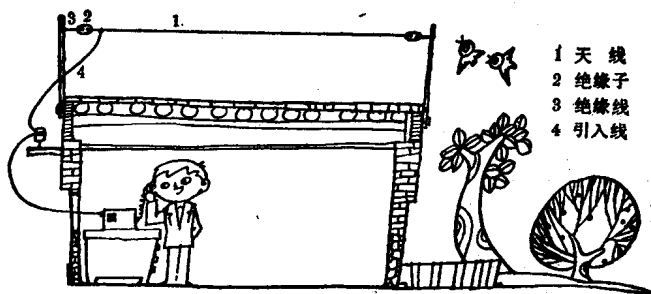

图 2-2
(1) **天线** 天线的符号和实物见图 2-2。它是一根水平张挂着的导线,用引入线通到室内,和收音机电路连接。在离电台 5 公里左右的市区内,只要用一根长 5~7 米的导线,通向室外,悬挂在 3 米左右高的地方就可以了。离电台较远的市郊,天线就应适当地加长,加高。离电台四、五十公里以外,尤其是有山岭阻隔的地方,本章所介绍的简单装置是很难收到电台播音的。